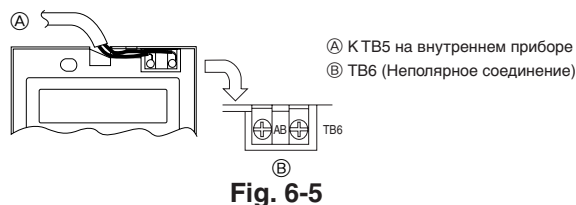

Fig. 6-5
2) Операции соединения (Fig. 6-5)